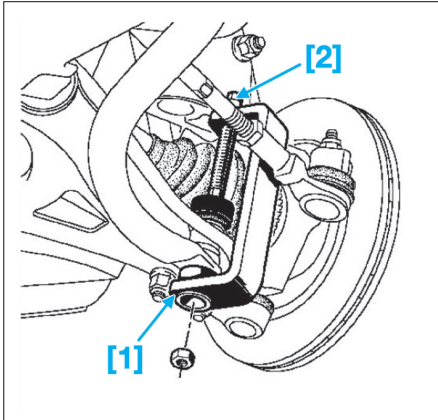

Fig. 6
- [1]. Compresseur de silentblocs pour montage de barre stabilisatrice (Sus. 1413) (Fig.6).
- [2]. Complément pour compresseur de silentbloc de barre stabilisatrice (Sus. 1734) (Fig.6).
- Reposer les écrous de silentblocs aux extrémités de la barre stabilisatrice à l'aide des outils [1] et [2] (Fig.6).